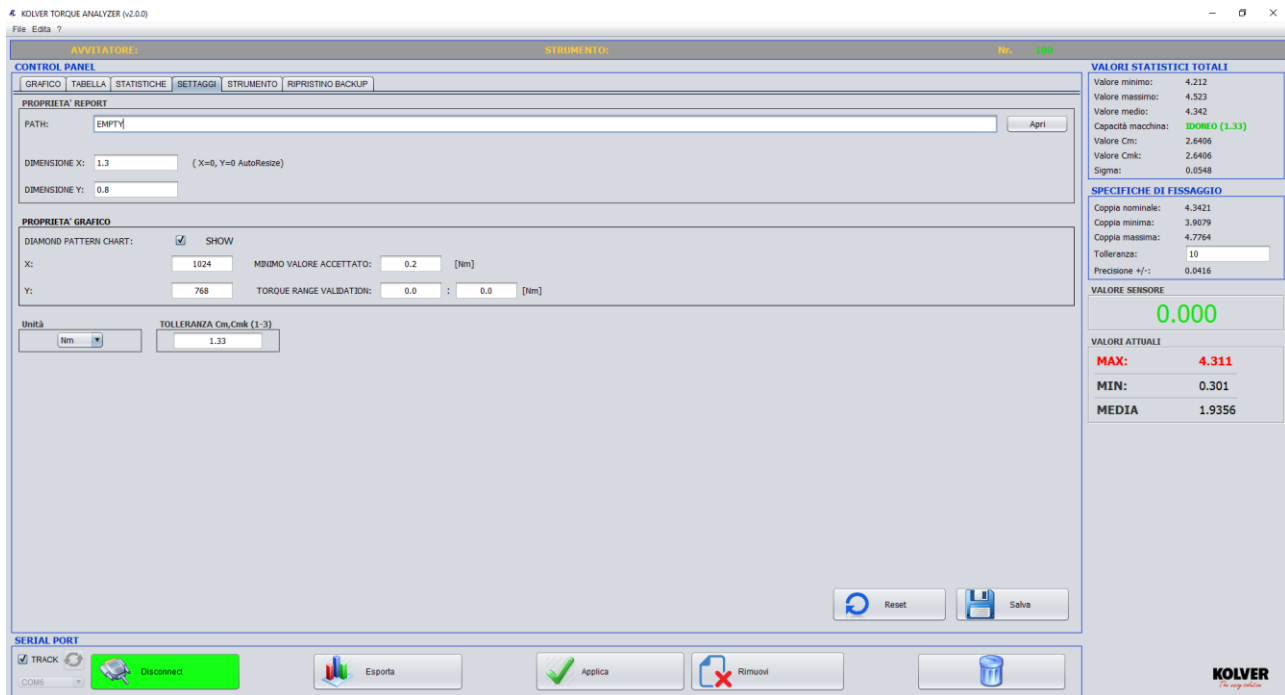

Fig.6: Sezione "SETUP", parametri di default.
D. SETTAGGI: Area di settaggio del software per le funzionalità di visualizzazione ed esportazione dei risultati, (Fig.6).